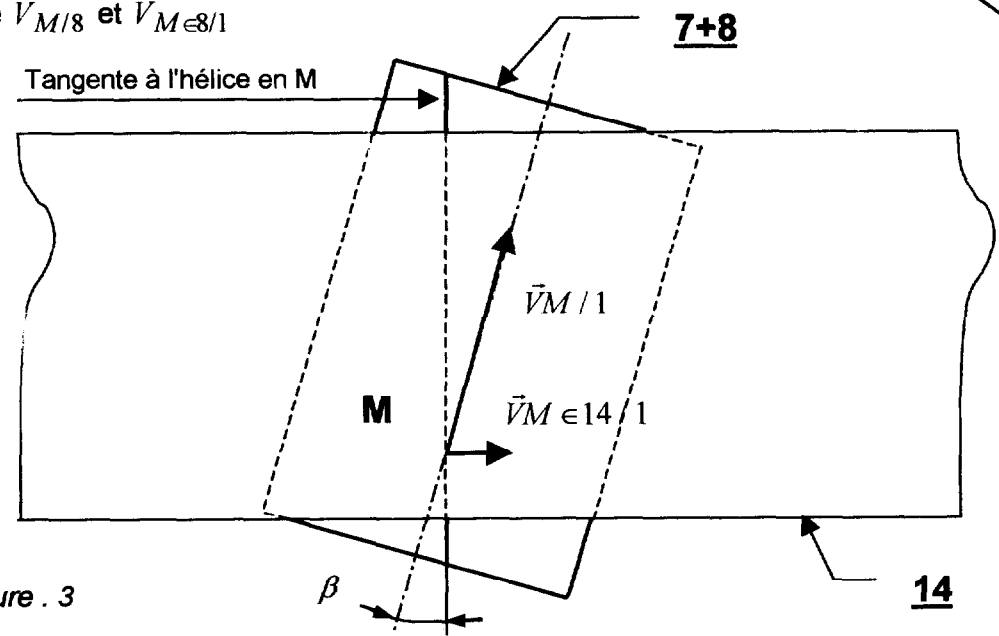

Figure . 3
2.1 Construire graphiquement $\vec{V}_{M/14}$ sur la figure 3